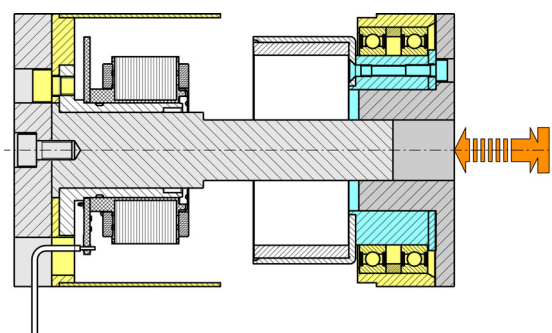

図 3-17 ロータとステータの組み付け
- 2つの部品を近づけていくと、磁力により突然軸方向へ引き合いまたは押し合います。そのため、常に軸方向へ力を掛けながら近づけてください (→ 図 3-17)